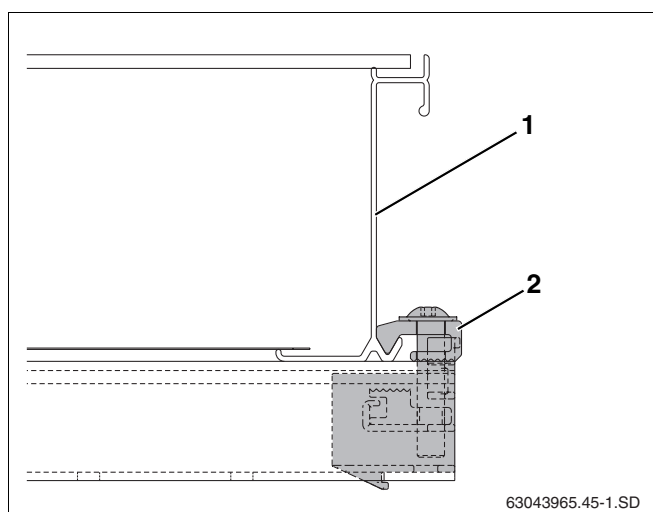

Fig. 17 Dispositivo de sujeción del colector ya atornillado
- ▶ Empuje cuidadosamente el colector (fig. 17, **pos. 1**) hacia los dispositivos de sujeción del mismo y nivélelo horizontalmente.
- ▶ Atornille los dispositivos de sujeción del colector mediante una llave del 5 (fig. 17, **pos. 2**).
En ese momento el pisador (fig. 17, **pos. 2**) del dispositivo de sujeción del colector se fijará en el borde inferior del colector.